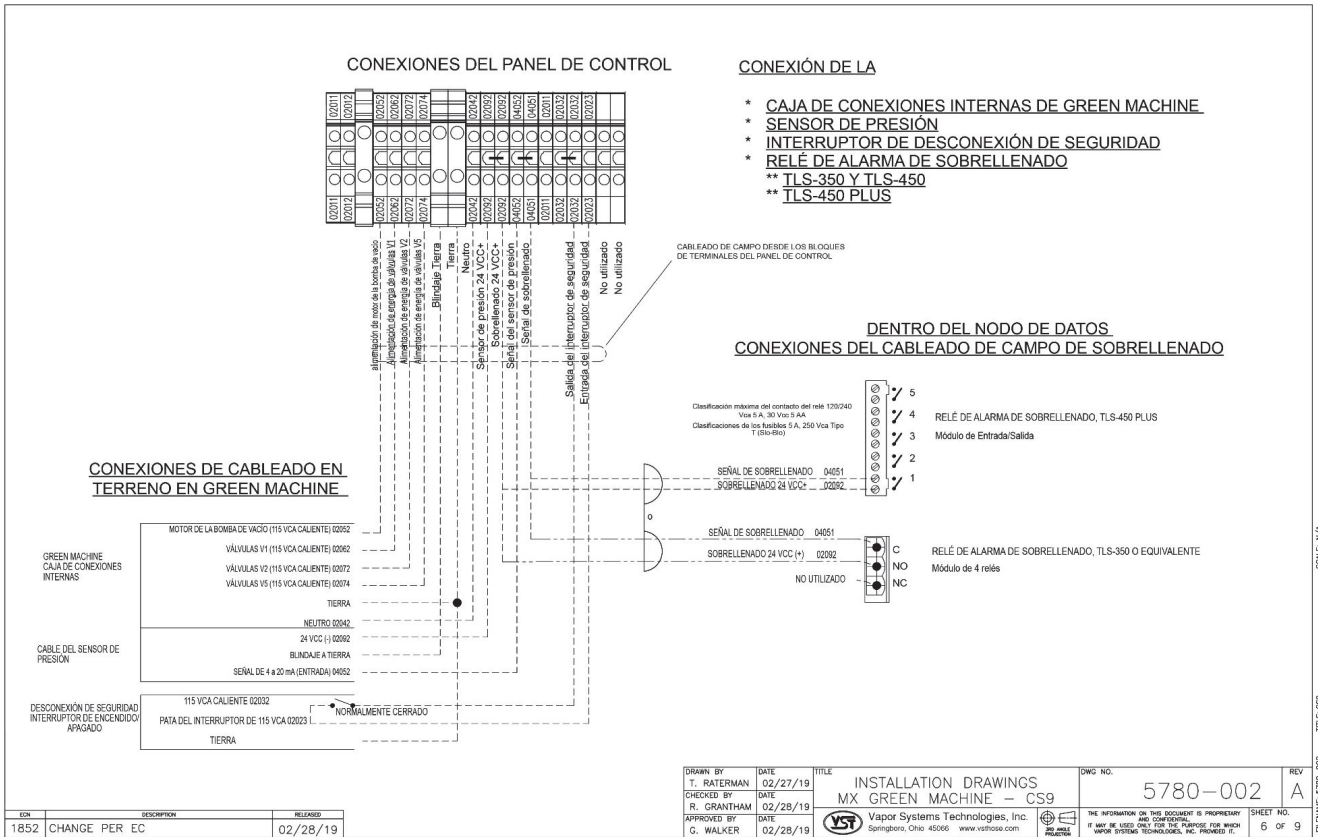

Figura 3-8: Cableado de campo del panel de control de VST
**La Figura 3-8:** muestra el cableado de campo desde el panel de control de VST a la caja de conexiones internas de la GREEN MACHINE: Motor de la bomba de vacío, sensor de presión, interruptor de alimentación de seguridad
**La Figura 3-8:** muestra el cableado del campo de alarma de sobrellenado desde el panel de control de VST al sistema de administración de combustible
- 24 VCC (0) al cable número 04051